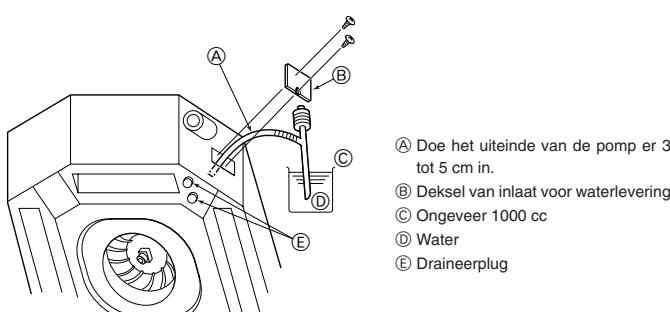

Fig. 6-2
6.1. Controle van de drainage (Fig. 6-2)